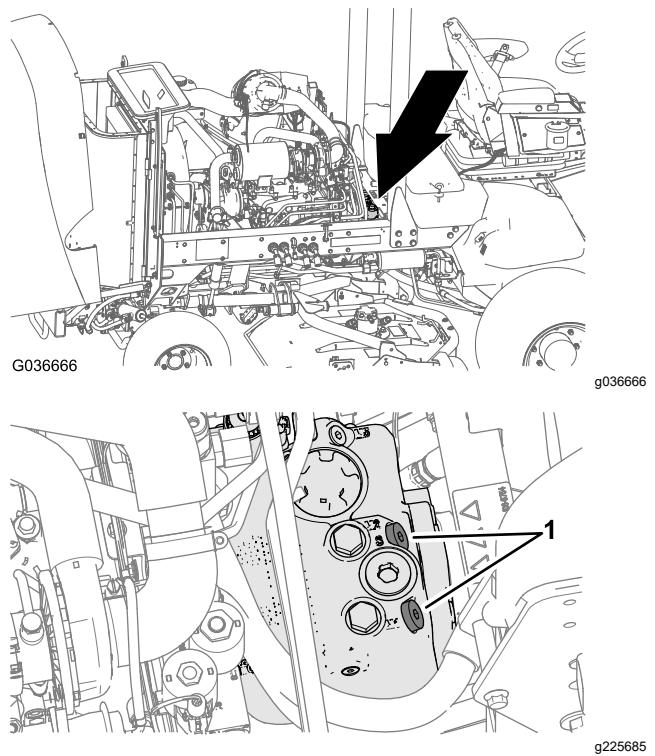

Figura 67
1. Abra o capot e localize as válvulas de distribuição (Figura 67) na parte superior da bomba, por detrás das caixas da bateria e de armazenamento.